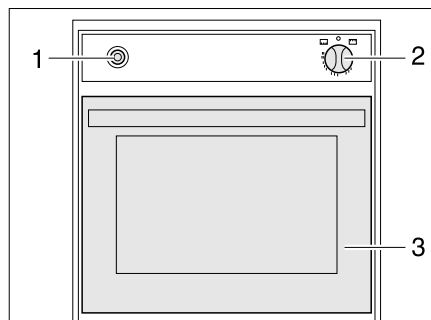

Bild 312 Gasbackofen (Spinflo)
- Backofenklappe (Bild 312,3) ganz öffnen.
- Drehregler (Bild 312,2) leicht drücken und auf "🔥" (Backofen) oder "GRILL" stellen.
- Drehregler (Bild 312,2) drücken und 5 bis 10 Sekunden lang gedrückt halten. Es strömt Gas zum Brenner.
- Zündschalter (Bild 312,1) so oft drücken, bis die Flamme brennt.
- Drehregler (Bild 312,2) auf "0" drehen. Die Flamme erlischt.